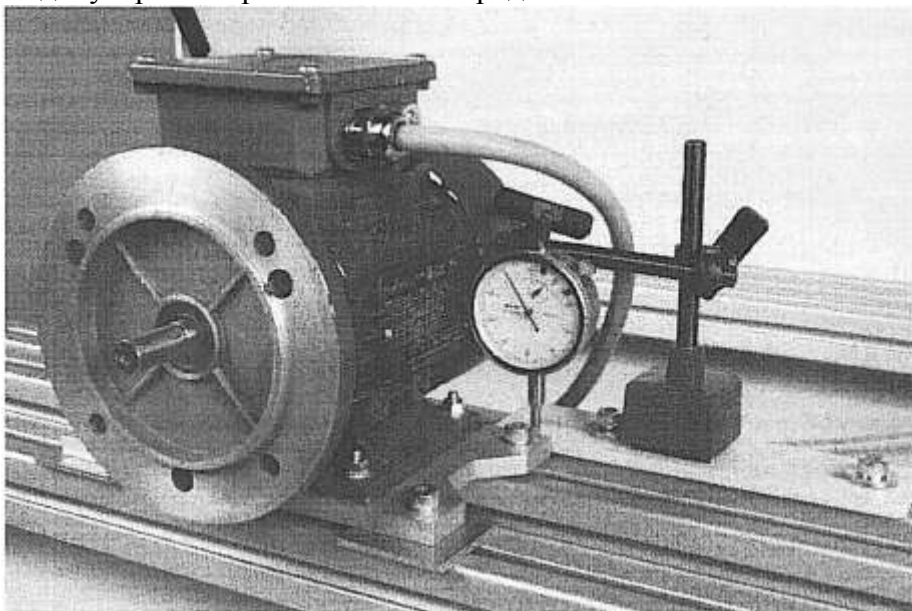

Рисунок 65. Выявление неплотного прилегания опоры с помощью циферблатного индикатора.
10. Поместите датчик циферблатного индикатора рядом с винтом электродвигателя на основании двигателя, как показано на Рисунок 65. Разместите датчик перпендикулярно опорной плите электродвигателя. Обеспечьте контакт между датчиком и пластиной основания двигателя.